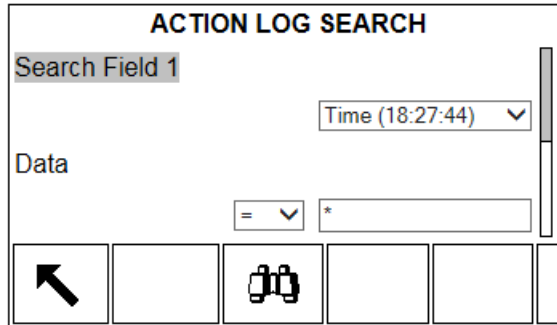

Abbildung A-1: Bildschirm Aktionsprotokollsuche
3. Drücken Sie den Softkey TABELLE ANZEIGEN , die unten am Bildschirm erscheint. Der Bildschirm Suchen wird eingeblendet (Abbildung A-1).